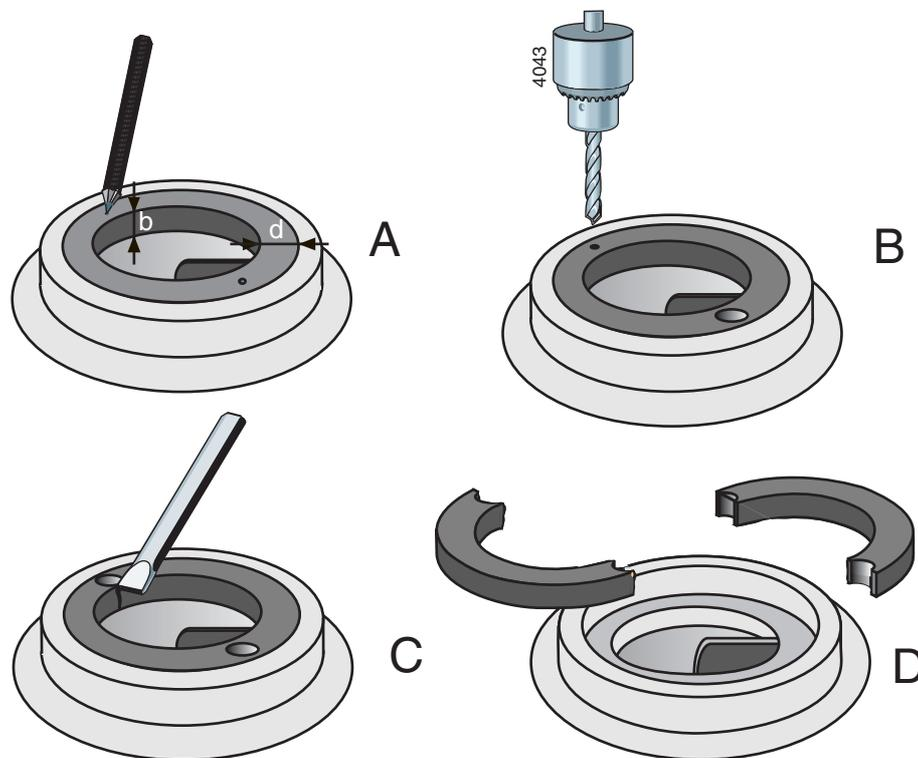

Abbildung 14: Entfernen des Spaltrings.
- 1 Die Dicke (d) und Breite (b) des Ringes messen, siehe Abbildung 14 A.
- 2 An zwei einander gegenüberliegenden Stellen in der Mitte des Rands des Ringes ein kleines Zentrierloch schlagen, siehe Abbildung 14 B.
- 3 Mit einem Bohrer mit einem etwas kleineren Durchmesser als die Dicke (d) des Ringes zwei Löcher in den Ring bohren, siehe Abbildung 14 C. Nicht tiefer ausbohren als die Breite (b) des Ringes. Achten Sie darauf, dass der Passrand des Pumpengehäuses nicht beschädigt wird.
- 4 Danach mit einem Meißel die restliche Ringdicke durchschlagen. Der Ring kann jetzt in zwei Teilen aus dem Pumpengehäuse herausgenommen werden, siehe Abbildung 14 D.